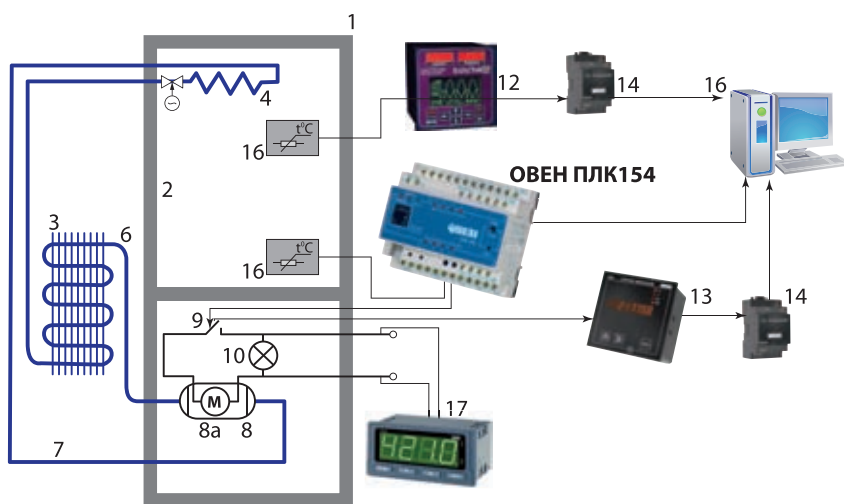

Рис. 1. Система регистрации и регулирования температуры компрессорного холодильника «Полюс-7»
онного регулирования температуры был создан стенд на базе приборов ОВЕН (рис. 1). В качестве объекта регулирования используется бытовой однокамерный холодильник (без теплообменника и нагревателя) «Полюс-7». В низкотемпературное отделение холодильника (1) был помещен датчик термосопротивления ДТС125-50М (16), подключенный к электронному регистратору «Параграф» (12) с жидкокристаллическим индикатором. С помощью регистратора снимаются кривые разгона объекта и переходные процессы вначале двухпозиционной системы регулирования тем-